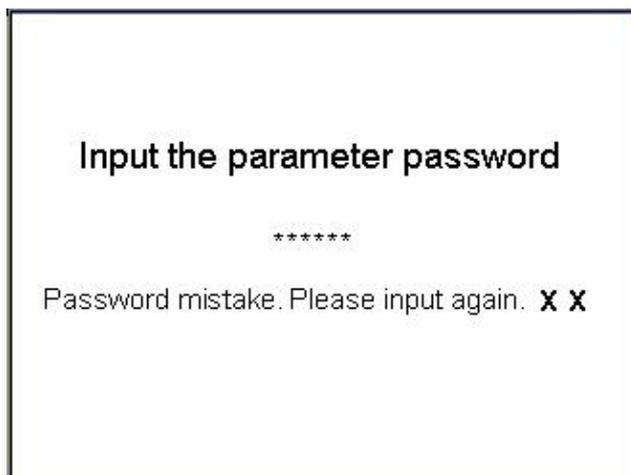

Fig.2-18
6. The parameters second page, It can into the page if you press the 『SYS-MCM』 key. Fig. 2-18